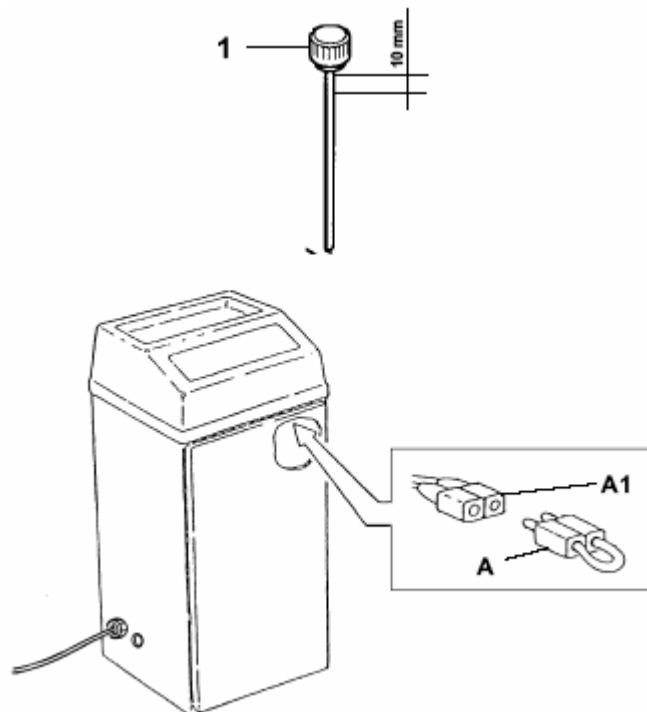

Рис. 31
- расположите платформу **P2** на 0.5-1 см ниже платформы **P1**. Снова закройте кран **R**, закрепив его контргайками и дайте обеим платформам опуститься до пола. **Выньте вилку А (Рис. 31)**. Подъемник функционирует правильно, если платформа **P2** находится на 1-2 см выше платформы **P1** после достижения высоты 10 см от пола.
Опустите платформы до пола. Проверьте уровень масла с помощью измерительного щупа, прикрепленного к пробке **1** (Рис. 31).
Выньте вилку **A** показанную на рис. 31 из разъема **A1** для активации реле давления.